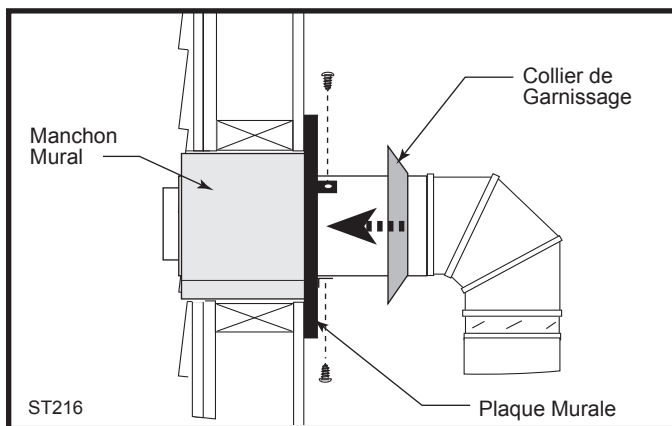

Fig. 28 Installez le conduit horizontal et les pièces d'assemblage de la plaque murale.
9. Raccordez le conduit horizontal au coude. Fixez la plaque murale au conduit au moyen de trois vis à tête. Soulevez le collier de garnissage en le faisant glisser, puis appuyez-le contre la plaque murale de manière à cacher les vis. (Fig. 28)